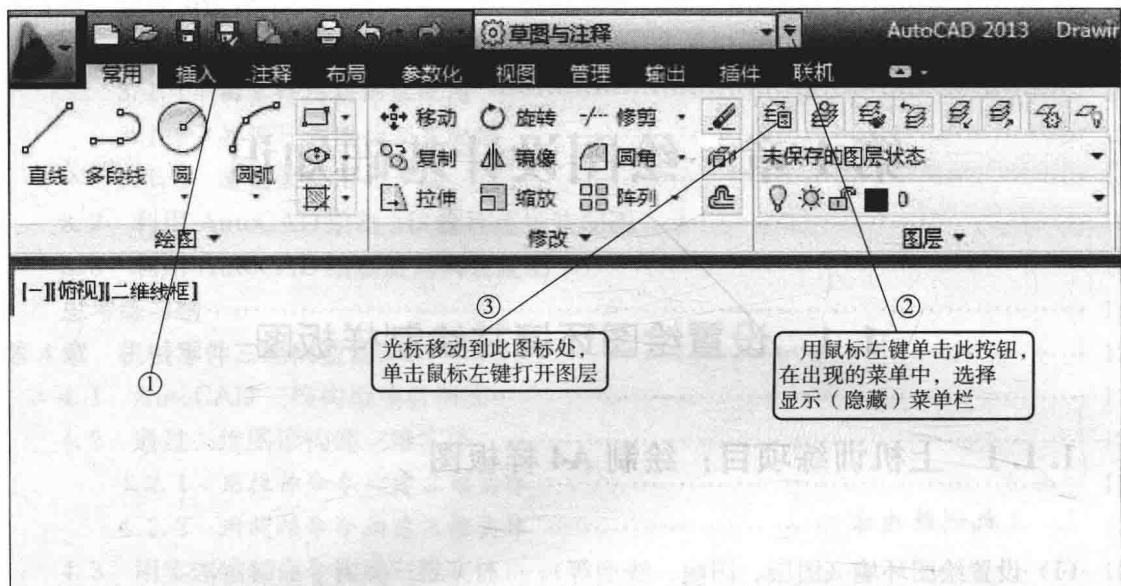
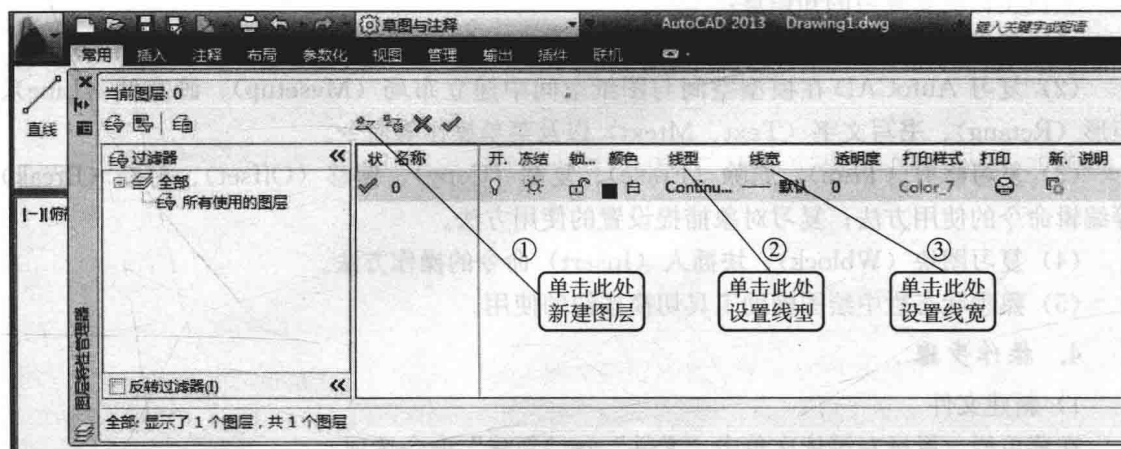
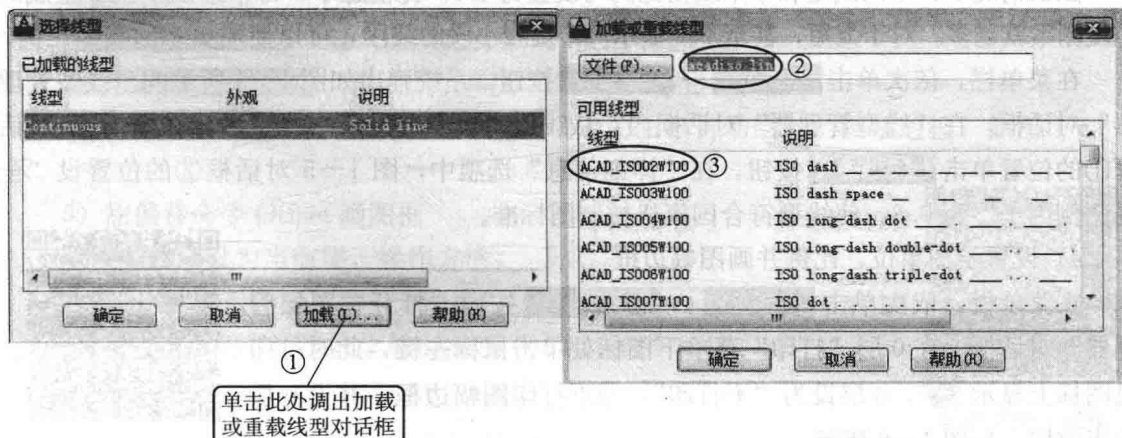

图 1-1 打开图层操作图
图 1-2 “图层特性管理器”对话框
图 1-3 “选择线型”和“加载或重载线型”对话框
也可以在①的位置从快捷访问工具栏，单击新建按钮，如图 1-1 所示。
在图 1-1 中②的位置单击，系统则出现下拉菜单，在菜单中找到显示（隐藏）菜单栏选项，单击该项，屏幕上第二行出现菜单栏。
在菜单栏单击 **格式(O) → 图层(L)** 按钮，也可以在如图 1-1 所示③的位置“图层”功能区单击 **图层(L)** 按钮，系统打开“图层特性管理器”对话框，如图 1-2 所示。
在“图层特性管理器”中①的位置单击“新建图层”按钮 ，设置新图层，如图 1-2 所示。
(2) 设置线型。
如图 1-2 所示，在②的位置鼠标左键单击“线型”选项下的“Continuous”。系统弹出“选择线型”对话框，如图 1-3 所示。系统默认情况下图层的线型为 Continuous，由于绘制的对象不同，所以需要对线型进行设置，以便区分。
如果“已加载的线型”列表中没有所需的线型,则需要在“选择线型”管理器图 1-3 中①处单击 **加载(L)...** 按钮,则打开“加载或重载线型”对话框。
在图 1-3 对话框中②处的“文件(F)”一栏选用 acadiso.lin 文件,从“可用线型”列表中选择所需线型。如选择虚线,则在图 1-3 对话框中③处选择线型“ACAD_ISO02W100”,单击 **确定**,线型被加载到“选择线型”对话框“已加载的线型”列表中。
在“已加载的线型”列表中,选择要加载的线型(选中后背景变成蓝色),单击“确定”按钮完成线型设定,如图 1-3 所示。
(3) 设置线宽。
在图 1-2 中③的位置,鼠标左键单击“线宽”选项下的线性图案,从系统弹出的“线宽”对话框中,选择合适的线宽进行线宽设置,如图 1-4 所示。